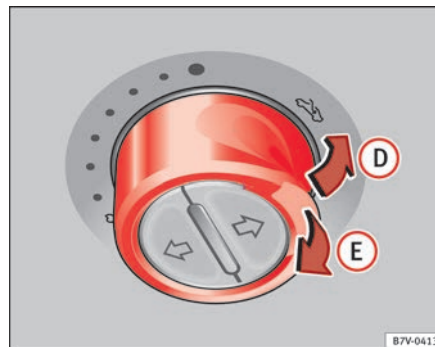

Fig. 59 En el revestimiento interior del techo: pulse el conmutador y tire de él para levantar y cerrar el techo.
⇒ fig. 59
- *Techo corredizo panorámico*: Durante los 5 segundos siguientes tras dispararse la función antiaprisionamiento, mantenga el mando tirado hacia atrás ⇒ fig. 59 (flecha E) hasta que el techo panorámico corredizo quede completamente cerrado.